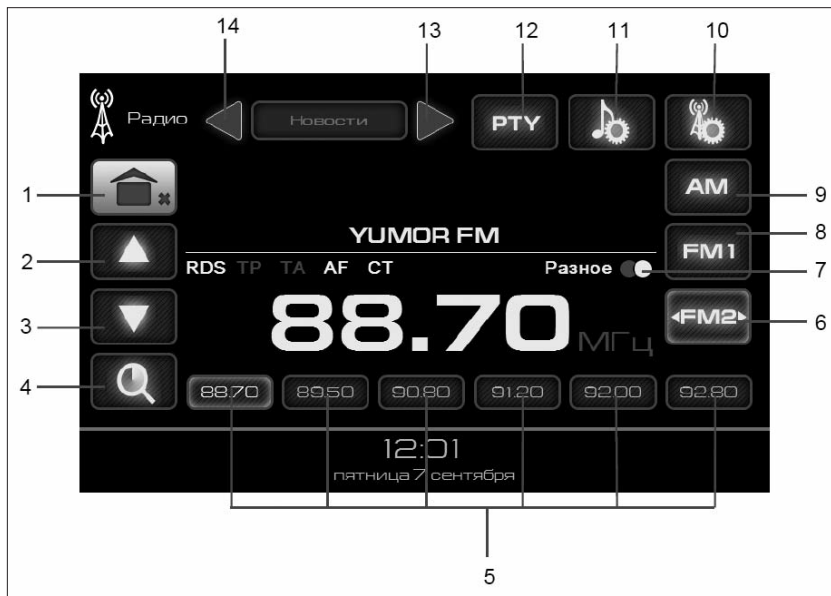

Рис. 3. Окно режима «Радио»
Кнопки **AM**, **FM1**, **FM2-FM4** (рис. 3) позволяют выбрать необходимый диапазон работы:
Длительное удерживание кнопки **1** (рис. 3) приводит к выходу в главное меню с выключением звука радиоприемника. Короткое нажатие кнопки **1** (рис. 3) позволяет перейти в главное меню, не выключая **Радио**.
Для включения автоматической настройки (автопоиска) вверх (вниз) по частоте нажмите кнопку **▲** (2) или **▼** (3) (рис. 3) и удерживайте ее более 2-х секунд. После настройки на радиостанцию автопоиск прекратится.
Последовательным коротким нажатием кнопок **▲** (2) или **▼** (3) (рис. 3) установите требуемую частоту настройки.
Для включения автоматического сканирования и сохранения радиостанций нажмите и удерживайте в течение 2-х секунд кнопку **4** (рис. 3), после этого радиоприемник автоматически настроится на частоты восемнадцати станций и запомнит их. После сохранения радиостанций радиоприемник автоматически переключится в режим прослушивания первой сохраненной радиостанции.
в течение 2-х секунд одну из кнопок **5** (рис. 3). Переключение на сохраненную радиостанцию осуществляется коротким нажатием на одну из кнопок **5** (рис. 3).
При стереофоническом приеме на дисплее высвечивается символ **OO** кнопки **7** (рис. 3). Нажав кнопку **7** (рис. 3), можно принудительно переключить радиоприемник в **монорежим**.
Для выбора типа программ при приеме **RDS**-станций нажмите кнопку **PTY** (рис. 3). (После нажатия должна включиться подсветка кнопки **PTY**)\*. Кнопки **◀ (13)** и **▶ (14)** (рис. 3) позволяют выбрать тип программы, которая будет использоваться в режиме автоматического поиска радиостанции.
Для автоматического поиска радиостанции, передающей выбранный тип программы, нажмите и удерживайте в течение 2-х секунд кнопки ▲ (2) или ▼ (3) на рис. 3.
Для выключения автоматического поиска по типу станции нажмите кнопку **PTY** (рис. 3).